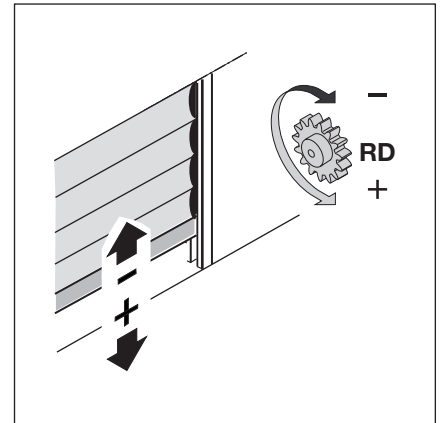

Рис. 6-19: Винт с рифленной головкой для конечного положения *Ворота Закр.*
1. В режиме Totmann произведите движение ворот в направлении *Ворота Откр./Ворота Закр.* и поворачивайте красный винт с рифленной головкой (RD) в направлении + или -, пока привод не отключится. Таким образом будет задано конечное положение *Ворота Закр.* (см. рис. 6-19).